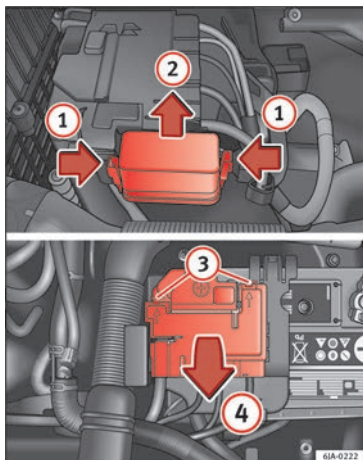

Fig. 140 Bateria: tampa de fusíveis (variante 1).
- Pressione simultaneamente as linguetas flexíveis da cobertura de fusíveis na direção das setas ① » » Fig. 140.
- Remova a tampa deslizando-a no sentido da seta ②.
- Com uma chave de fendas plana, desbloquee os trincos nos orifícios ③.
- Abra a tampa no sentido da seta ④.